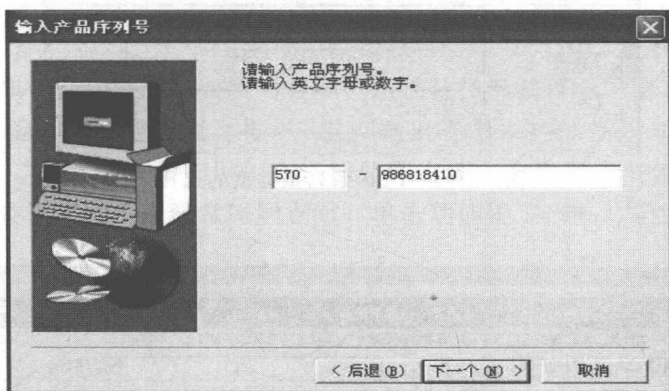

图 1-1-12 序列号的输入
② 按提示要求输入序列号（注意，不同软件的序列号会不相同）。序列号输入如图1-1-12所示。